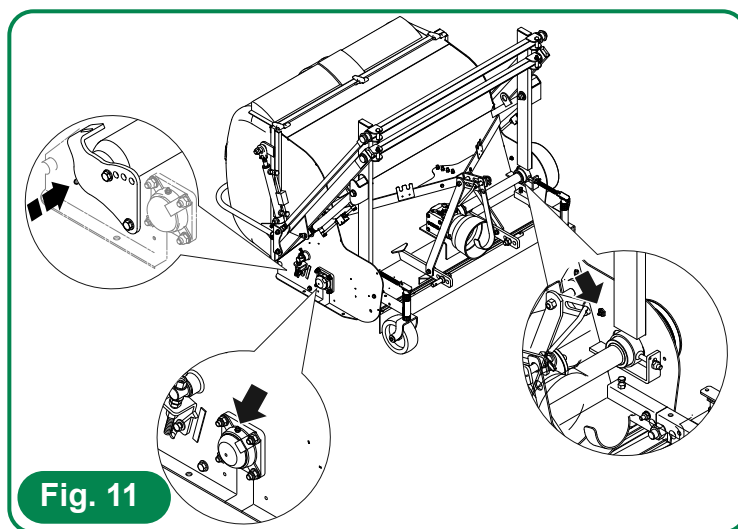

Fig. 11
- Smörj stöden till rotorn och rullen. Se fig. 11.